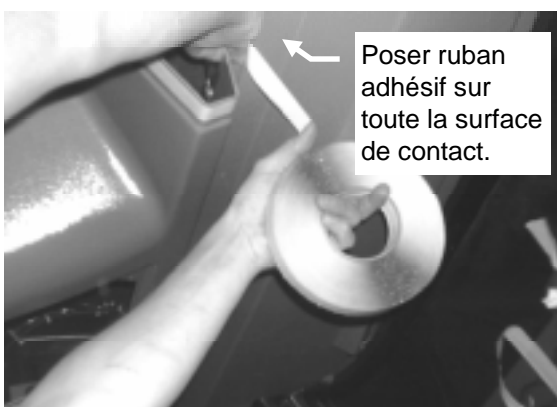

FIGURE 22
14. Installer le ruban adhésif sur les deux panneaux latéraux comme démontré aux figures 22 et 23. Assurez-vous que le ruban est bien installé sur toute la surface de contact du panneau.